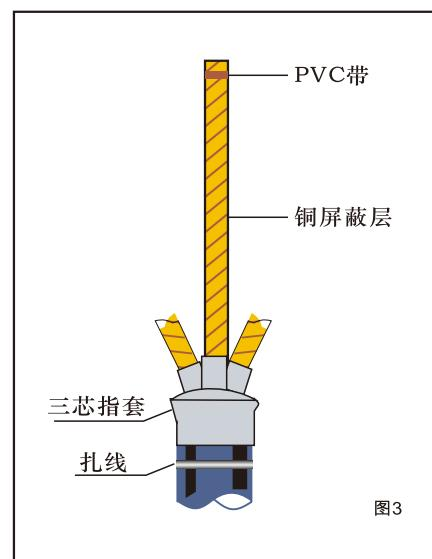

图3
1.3(图3)安装冷缩三指套:将冷缩三指套装入电缆的三叉根部,对其大端口下的外护套表面清洁后包贴一层填充胶,并夹包住地线,以防水气沿接地线空隙渗入?逆时针将塑料支撑条抽出,先收缩颈部,使三指套收缩并包住填充胶?然后按同样方法分别收缩三芯,用PVC胶带对其大端口进行包封?